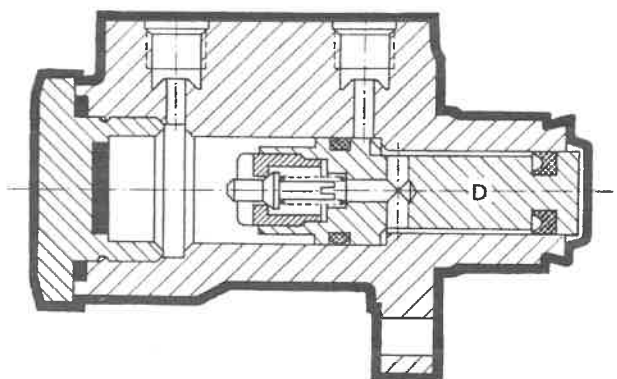

Fig. 2
- b) Stufenkolben so weit in das Gehäuse eindrücken, bis Anschlag erreicht ist. Fig. 2.